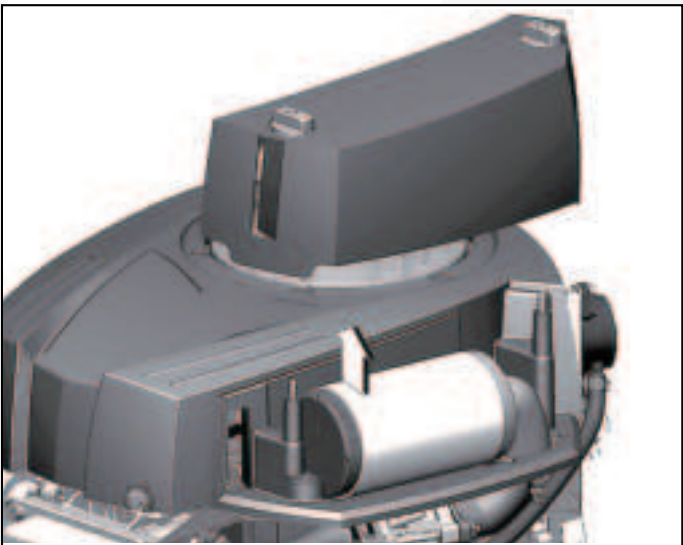

Fig. 39
1. Afloje los tornillos y retire la tapa (Fig. 39).